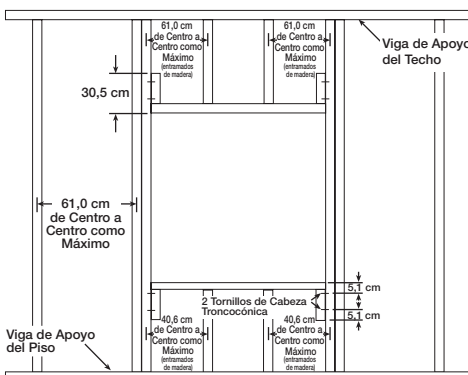

Figura 3 — Abertura en Pared de Entramado
2. Prepare la abertura en paredes de entramado de metal o madera. Consulte la Figura 3.